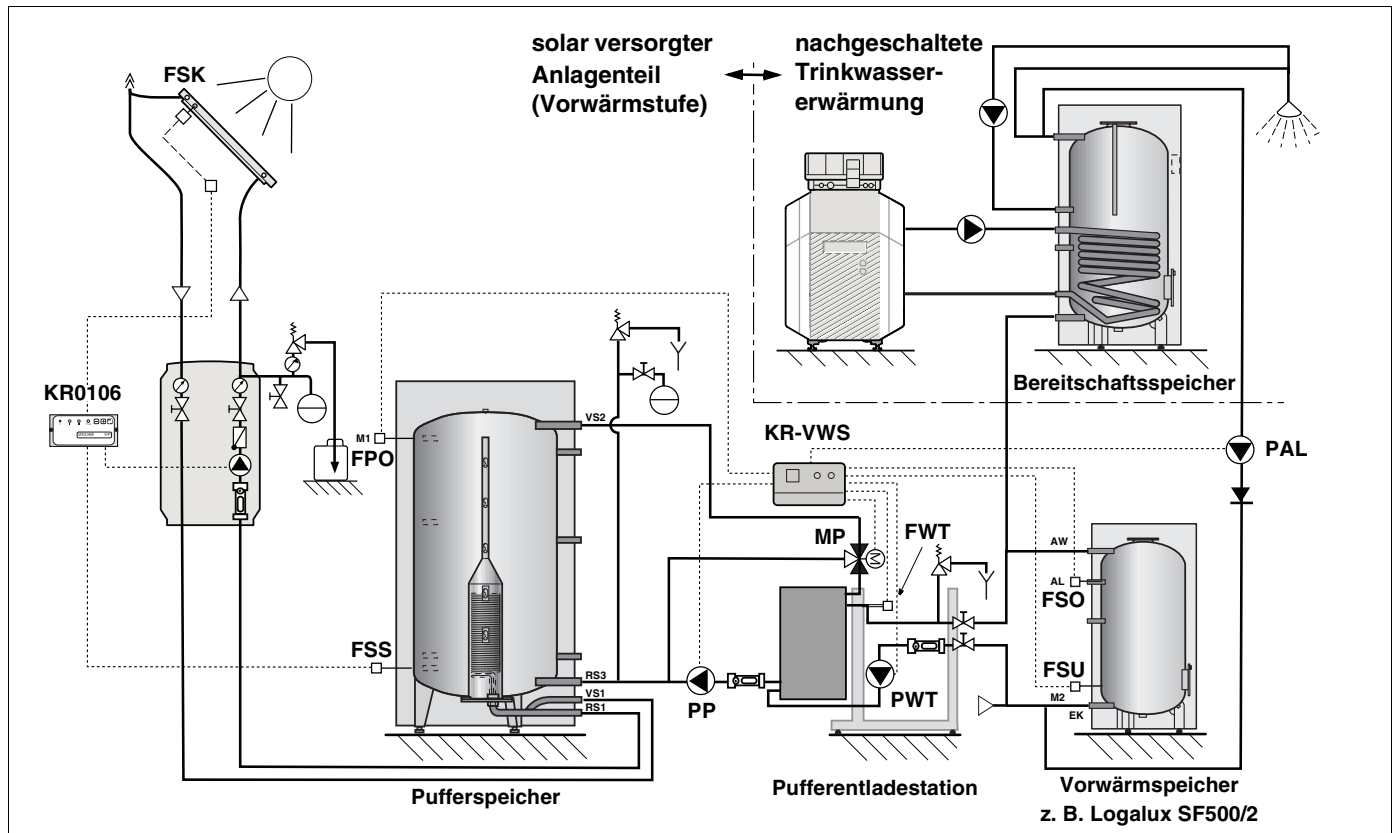

Abb. 10 Vorwärmstufe mit Ladebetrieb für Pufferspeicher (Standard)
Beachten Sie unbedingt bei der Montage die Hydraulik der Anlage (Abb. 10, Seite 12).
- Montieren Sie die Umwälzpumpe PAL (Abb. 10, Seite 12) zwischen dem Austritt Warmwasser (AW) des Bereitschaftsspeichers (Abb. 10, Seite 12) und dem Eintritt Kaltwasser (EK) des Vorwärmerspeichers.